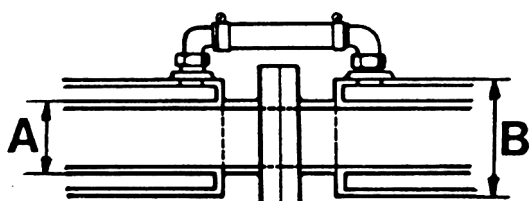

Fig 56. A = 42 mm
2. Rören till avgasledningen skall ha 42 mm utvärdig diameter ("A" fig 56) och rörmantlarna minst 58 mm ("B") så att en spalt på minst 7 mm erhålles mellan avgasröret och manteln. Använd korrosionsbeständigt material.